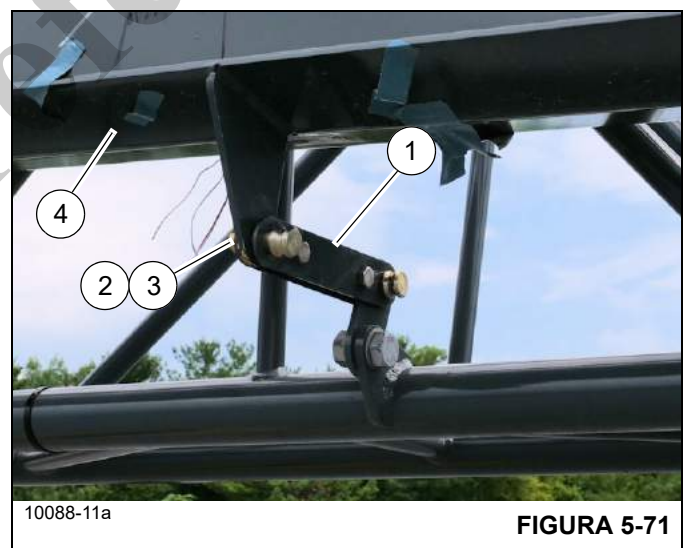

FIGURA 5-71
19. Prenda a seção volante à seção da base de extensão da lança usando o elo de conexão (1, Figura 5-71). Prenda o elo de conexão com o pino (3) e o grampo de retenção (2).